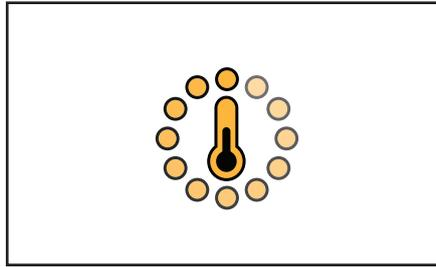

Fig. 4.12 - Icona riscaldamento
3. L'icona del riscaldamento (termometro in movimento) viene visualizzata sul touch screen (fig. 4.12).